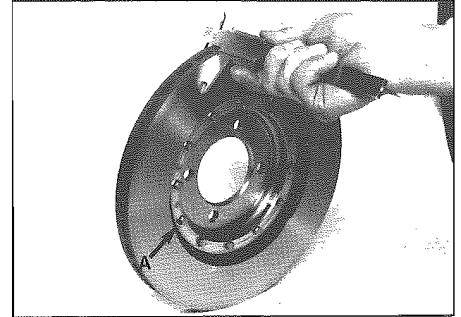

Fig. 9 - A - Viti di fissaggio - Misurare lo spessore del disco
- Allentare le viti di **Fig 9** e rimuovere l'anello di bloccaggio e la campana disco.
- Misurare lo spessore del disco in diversi punti (**Fig. 9**). Rettificare o sostituire il disco in base ai valori dati (vedi pag. 14-1).
- Loosen screws of **Fig 9** and remove locking ring and disc housing.
- Measure disc thickness in different points (**Fig. 9**). Regrind or replace the disc according to the given values (see page 14-1).